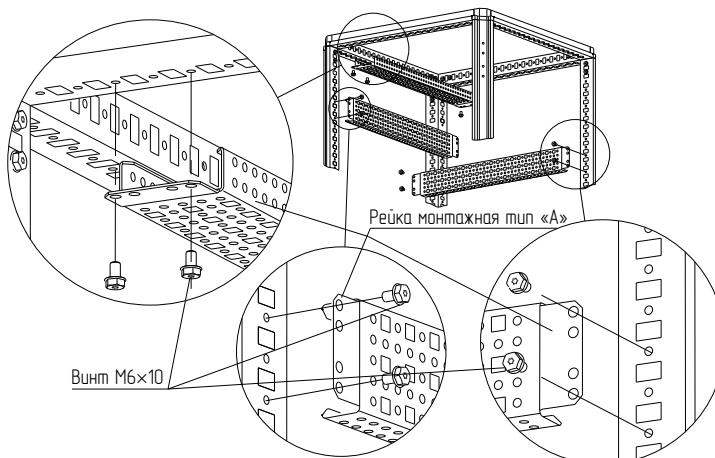

Рисунок 12
4.5.2.1 Приложите рейку монтажную тип «А» к стойкам 1 профиля на нужной высоте или к профилям крыши и закрепите винтами M6×10 (Рисунок 12). Момент затяжки – 7 Н·м. Винты приобретаются отдельно.